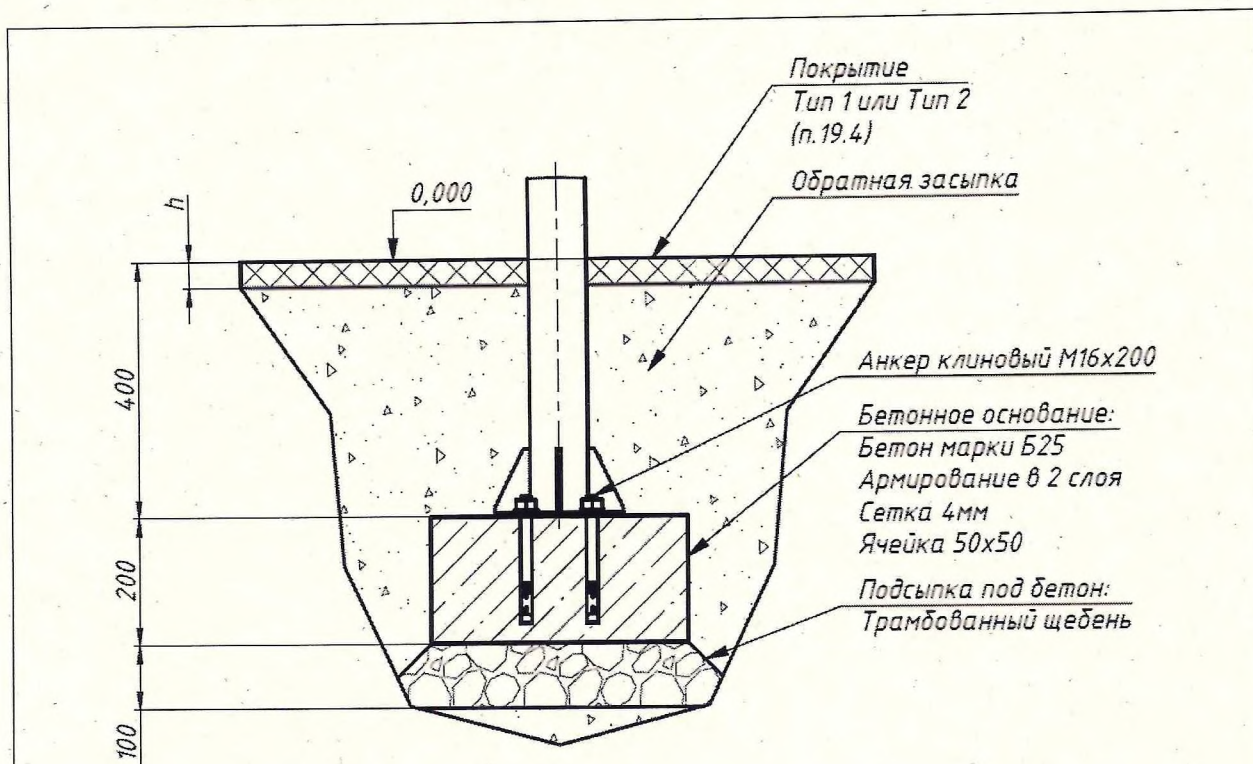
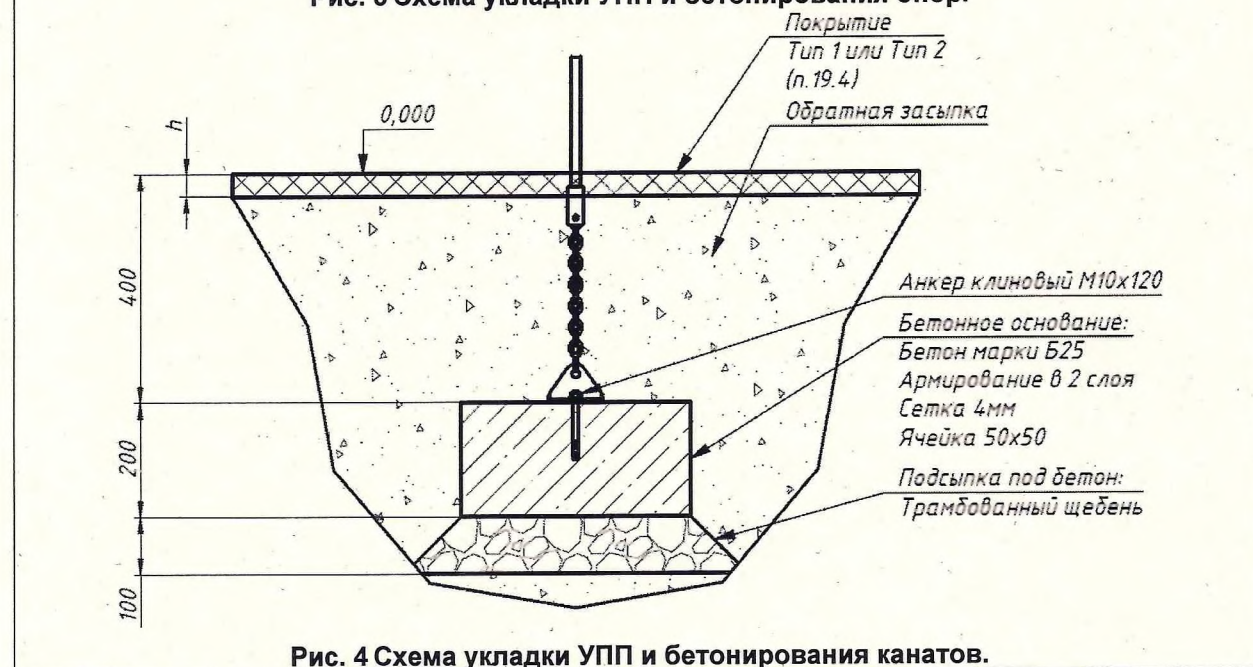

Рис. 3 Схема укладки УПП и бетонирования опор.
Рис. 4 Схема укладки УПП и бетонирования канатов.
20.3. Укладка УПП производится согласно (Рис. 3) и (Рис.4). Толщина и тип УПП определяется согласно п. 19.34.
22.2. Снять верхний слой грунта по всей зоне приземления (Рис. 2) на глубину h (Рис. 3) и (Рис. 4).
22.12. Произвести обратную засыпку согласно (Рис.3).